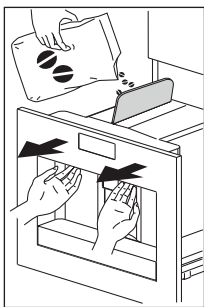

Рис. 14
- ▶ Выньте машину, потянув ее за ручки (Рис. 14).